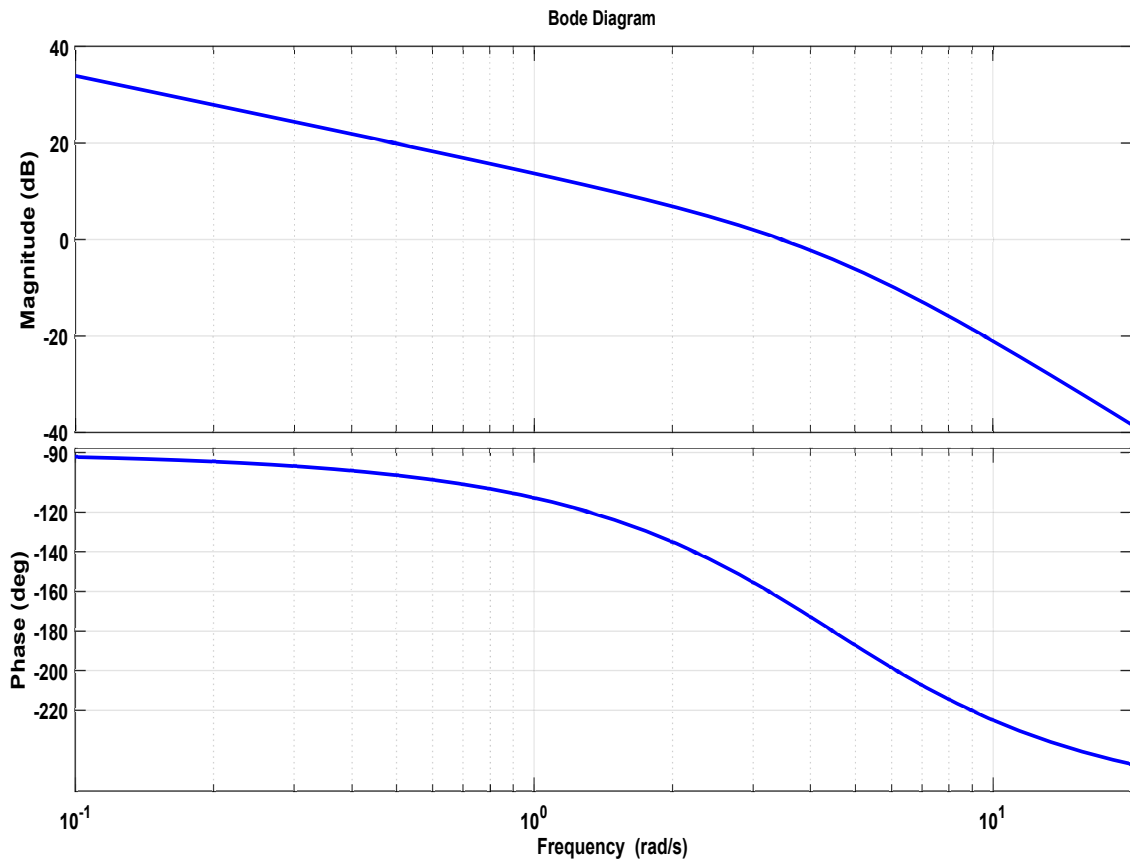

FIGURE 14 – Diagramme du Bode du système pour $C(p)=1$
C.2.2- À partir du diagramme de Bode Figure.14 (**document Annexe 2** page 14), relever la marge de gain MG , et la valeur la marge de phase $M\phi$.